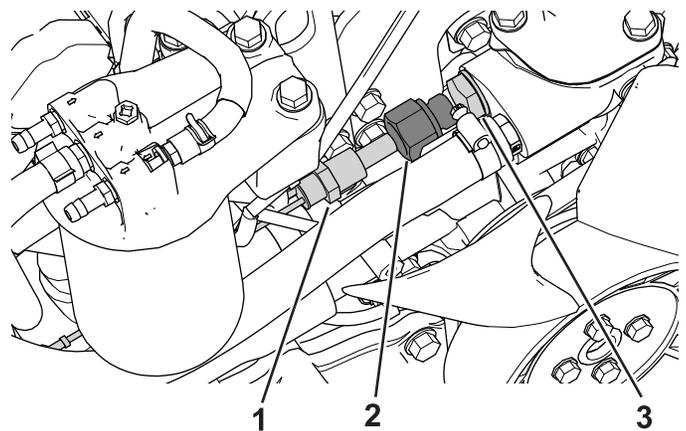

Рисунок 33
1. Найдите корпус термостата на блоке двигателя и снимите заглушку отверстия двигателя (Рисунок 33).